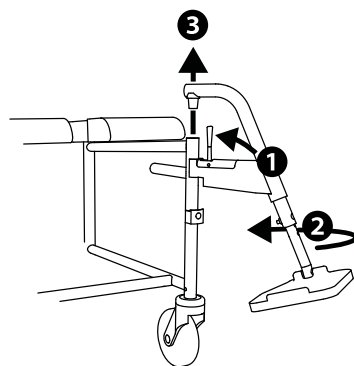
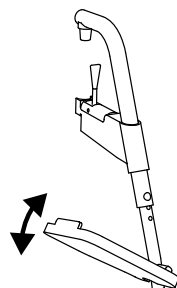

Fig.14
Fig.15
3. Per spostare i poggiatesta, tirare la leva verso il tubo del telaio (1, fig. 14) e portare simultaneamente i poggiatesta verso l'esterno (2, Abb.14).
4. Tirando verso l'alto è quindi possibile togliere i poggiatesta (3, fig. 14).
2. Per facilitare la salita e la discesa dalla sedia, è possibile alzare i poggiatesta (fig. 15) o ruotare l'intero poggiatesta verso l'esterno (fig. 14).